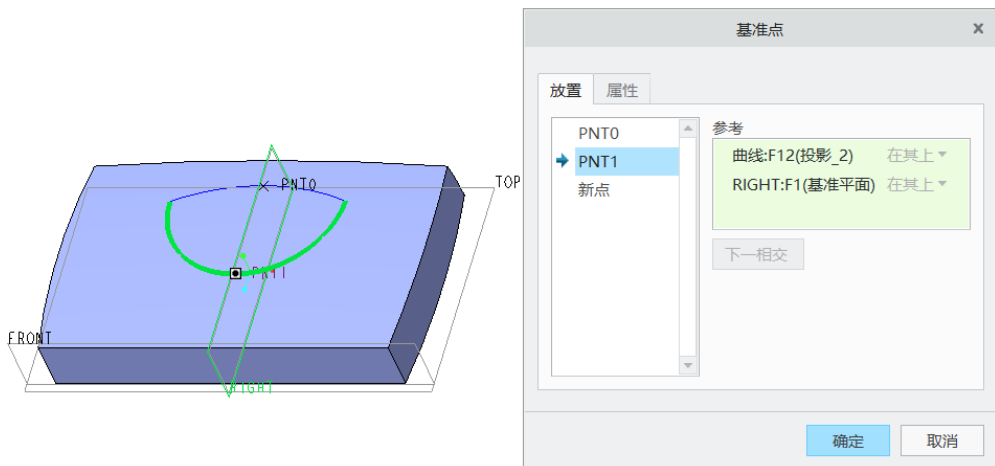

图 7-161 创建两个基准点
- 2 分别选择参考来创建两个基准点（PNT0 和 PNT1），如图 7-161 所示。这两个基准点均是由相应的投影曲线和 RIGHT 基准平面来求交获得的。